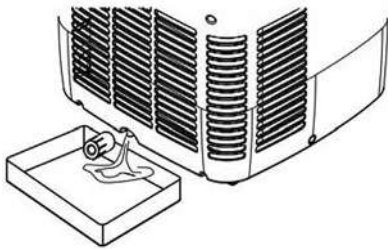

Fig. 1
- Antes de almacenarlo, asegúrate de retirar el tapón de goma del orificio de desagüe situado en la parte inferior (n.º 10) y coloca un recipiente para recoger el agua drenada. (Fig. 1) Enciende la unidad en el modo de circulación de aire durante unas horas para que se seque la humedad de las bobinas y así prevenir la formación de moho.